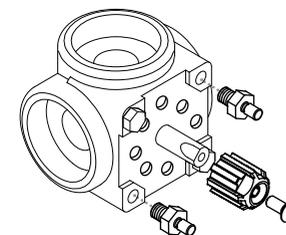

Fig. 14 : Vanne mélangeuse ARV DN40-DN50
3. Placez l'adaptateur sur l'axe de la vanne mélangeuse et serrez le vis. Serrez les 2 boulons intercalaires sur la vanne mélangeuse (fig. 13). Dans les vannes mélangeuses ARV de 1^{ère} génération d'Afriso (et dans la plupart des vannes d'autres fabricants), le triangle sur l'adaptateur se trouve dans la même position que le méplat sur l'axe et repère de cette façon la position de l'élément de régulation de la vanne mélangeuse. Pour visser les boulons intercalaires aux diamètres DN40 ou DN50 des vannes mélangeuses ARV de 1^{ère} génération d'Afriso, il est d'abord nécessaire de dévisser les vis à six pans des alésages correspondants (fig. 14).